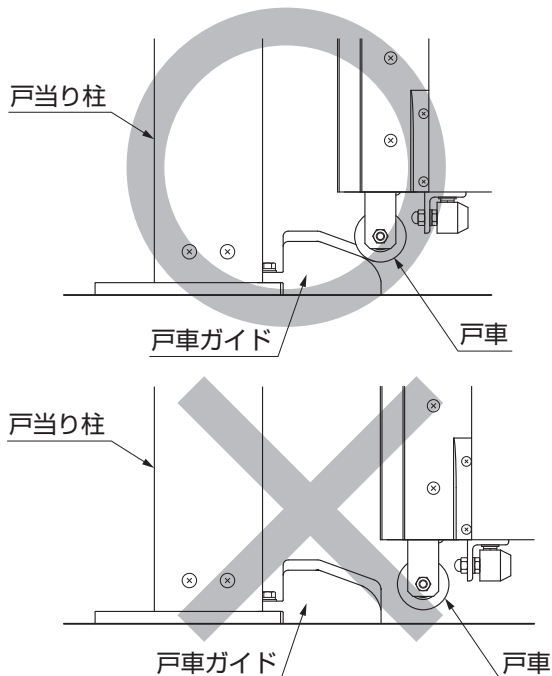

図8-4
- ①戸車が戸車ガイドの傾斜面に接しているか確認してください。(図8-4参照)